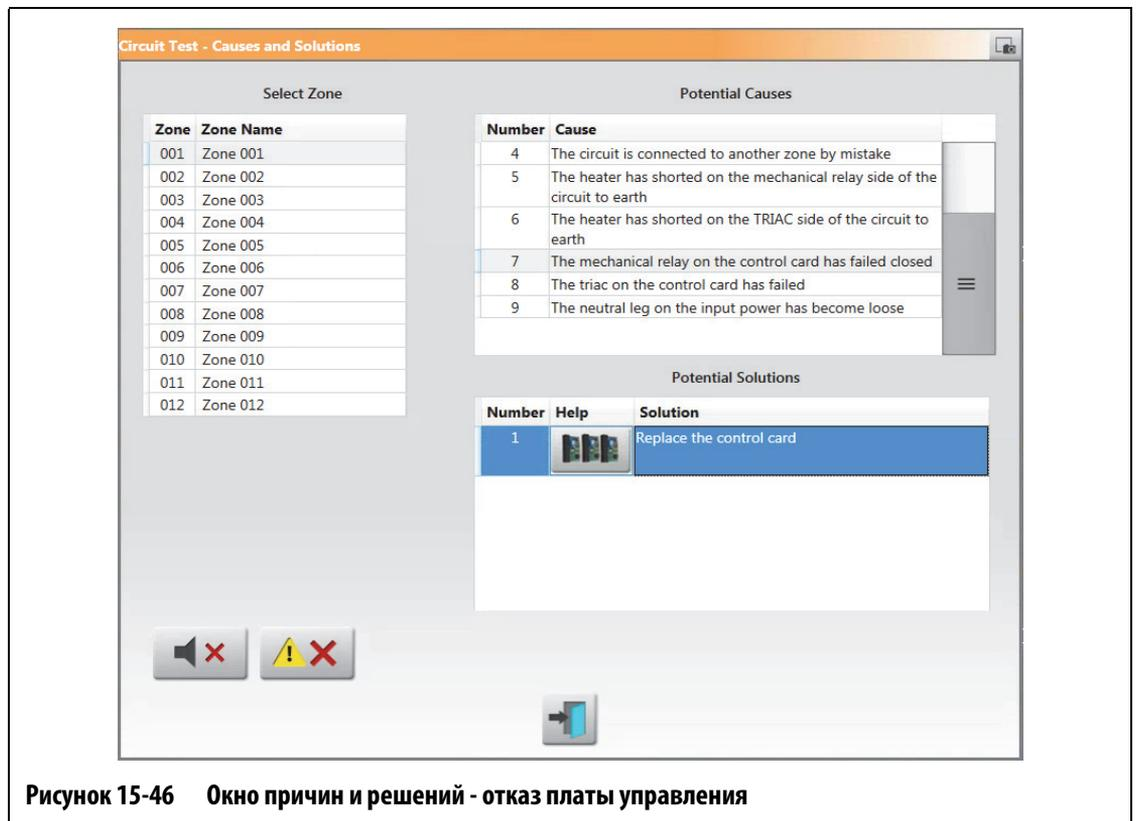

Рисунок 15-46 Окно причин и решений - отказ платы управления
- Перейдите на страницу Размещение платы - нажмите эту кнопку, чтобы отобразить экран Размещение платы. Объединительная плата и плата управления, связанная с проблемной зоной, будут выделены красным цветом, как при использовании экрана История событий для просмотра ошибок. Кнопка Перейти к размещению платы отображается в Рисунок 15-46. Информацию об экране размещения плат см. в разделе Раздел 15.2.
Сбои, связанные с интеллектуальными платами управления (ICSS), покажут кнопку Перейти к размещению платы под столбцом Справка в поле Потенциальные решения. См. Рисунок 15-46. Нажмите эту кнопку, чтобы увидеть экран размещения платы, который поможет вам найти ICSS, вызвавший сбой. Информацию об экране размещения плат см. в разделе Раздел 15.2.